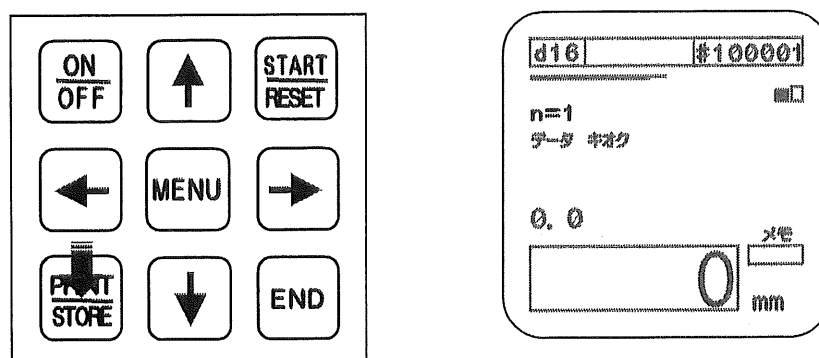

図42
- STOREキーを押し、今の測定結果を保存してください。(図42参照)